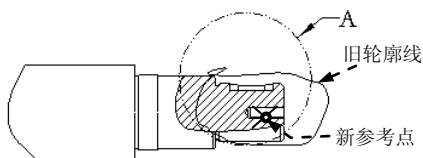

图 3.10.6 选取新的参考点
Step3. 在系统 选择新的参考点, 单击“确定”完成 的提示下, 在父项视图的边线上选取一点 (在放大视图上及在父项视图上非边线的地方选取的点, 系统不认可), 此时在选取的点处出现一个十字线, 旧的轮廓线也随之以新参考点为中心显示, 如图 3.10.6 所示。